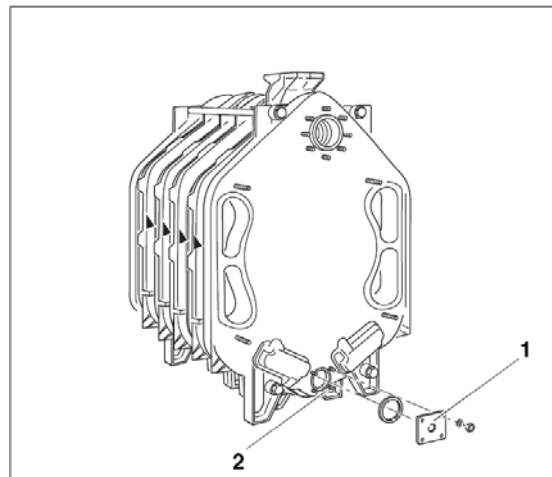

Fig. 22
- Montera flänsen med  $\frac{3}{4}$ " hål till påfyllnings- och tömningsanslutningen på baksidan av den nedre nippelgången (Fig. 22, **pos. 2**) (kantlängd: 130 mm) (Fig. 22, **pos. 1**).
- Om en av nippelförbindelserna är otät, ska vattnet först avtappas genom påfyllnings- och tömningskranen. (Fig. 22, **pos. 1**).